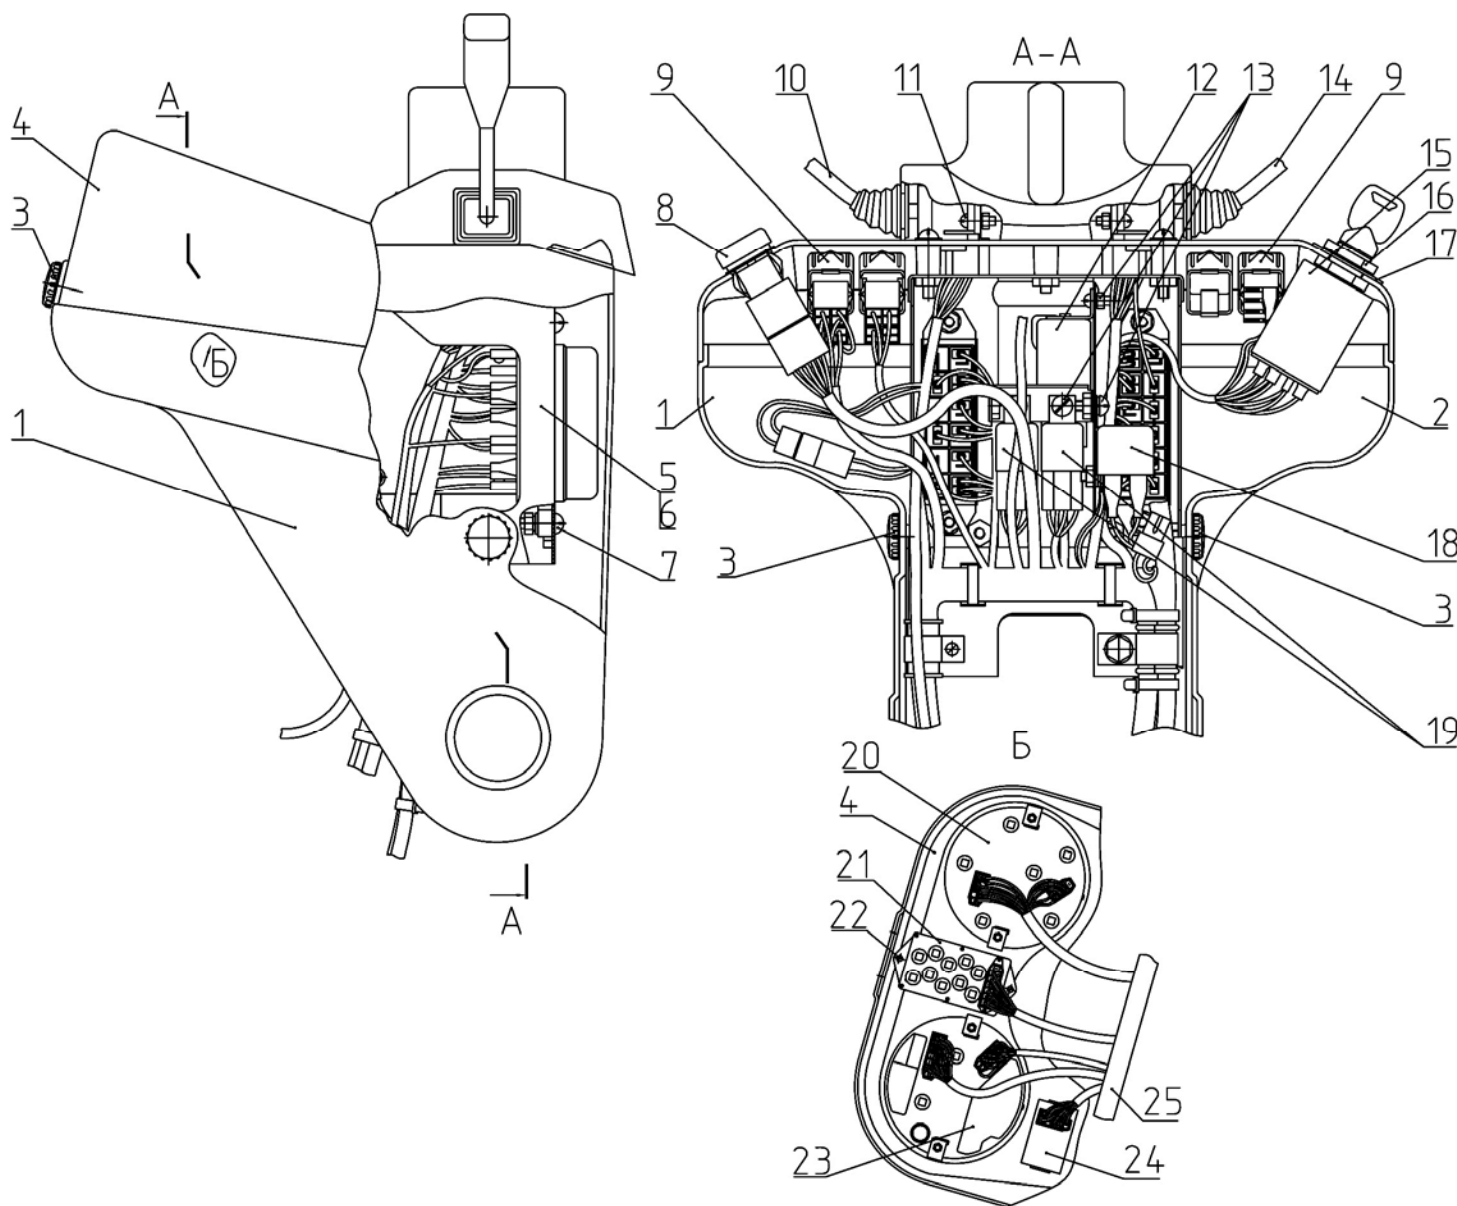

Рис.11.25 Щиток приборов.
Перед проведением замены комплектующих изделий щитка приборов предварительно установите рулевую колонку в рабочее положение, затем снимите левую (1) и правую (2) боковины щитка, (рисунок 11.25), предварительно открутив быстросъемные винты (3).
2) для замены блоков предохранителей (5), (6), (рисунок 11.25), отсоедините от них провода, затем отвинтите крепящие их винты (7) с соответствующими гайками и шайбами и замените блоки.
3) для замены выключателя аварийной сигнализации (8), (рисунок 11.25), отсоедините колодку жгута, затем снимите выключатель со стороны лицевой поверхности панели щитка (4);
4) для замены клавишных выключателей (9), (рисунок 11.25), отсоедините колодки жгута, затем снимите выключатели со стороны лицевой поверхности панели щитка (4);
5) для замены подрулевых переключателей (10) или (14), (рисунок 11.25), отвинтите винты (11) с гайками и шайбами, отсоедините от соответствующего подрулевого переключателя колодки жгута, затем снимите соответствующий переключатель (10) или (14);
6) для замены прерывателя указателей поворота (12), (рисунок 11.25), отсоедините от него колодку жгута, затем отвинтите крепящий его винт (13) с соответствующими гайками и шайбами, затем снимите прерыватель;
7) для замены выключателя стартера и приборов (15), (рисунок 11.25), отсоедините провода жгута от выключателя (15), открутите крепежную гайку (16), снимите табличку (17), затем извлеките выключатель;
8) для замены сигнализатора звукового (зуммера) (18), (рисунок 11.25), отсоедините от него провода жгута, затем отвинтите крепящий его винт (13) с соответствующими гайками и шайбами, затем извлеките сигнализатор (18);
9) для замены реле (19), (рисунок 11.25), фар дорожных, отсоедините от них соответствующие колодки жгута, затем отвинтите крепящий их винт (13) с соответствующими гайками и шайбами, и извлеките реле;
10) для замены комбинации приборов (20), (рисунок 11.25), отсоедините колодки жгута от комбинации, открутите гайки крепления прибора, снимите удерживающие скобы, затем извлеките комбинацию (20) со стороны лицевой поверхности панели щитка (4);
11) для замены блока контрольных ламп (21), (рисунок 11.25), отсоедините колодку жгута от блока, отвинтите два шурупа (22), затем извлеките блок (21) со стороны лицевой поверхности панели щитка (4);
12) для замены индикатора комбинированного (23), (рисунок 11.25), отсоедините колодки жгута от индикатора, открутите гайки крепления прибора, снимите удерживающие скобы, затем извлеките индикатор (23) со стороны лицевой поверхности панели щитка (4);
14) для замены основного жгута (25), (рисунок 11.25), щитка приборов, демонтируйте щиток приборов, как сказано в разделе 7.4.5 (Разборка-сборка панелей передней стенки кабины), затем замените жгут.